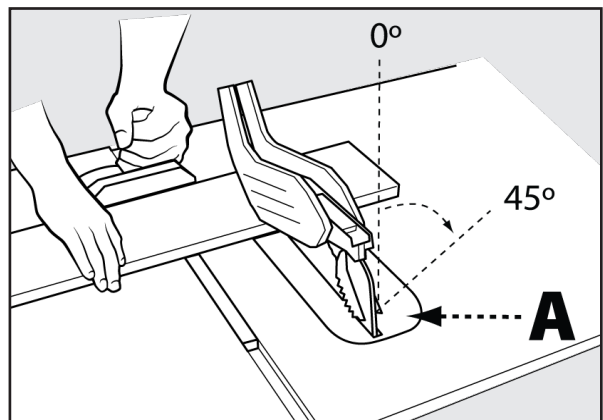

FIGURE 31
La coupe transversale en biseau est identique à la coupe transversale simple, sauf que l'angle de biseau (A) est réglé sur un angle autre que 90°. Lors d'une coupe transversale en biseau, placez le guide à onglets dans la fente droite de sorte que la lame soit inclinée à l'opposé du guide et des mains. Voir Figure 31.